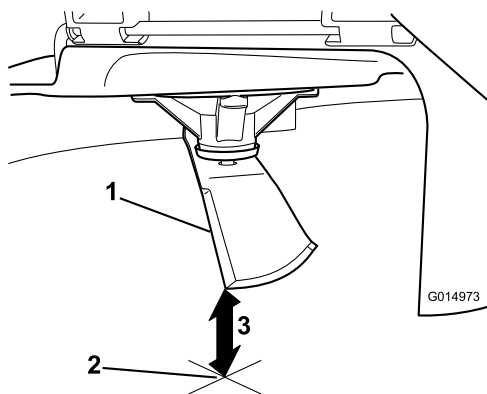

Bild 69
- Messen Sie von der Messerspitze bis zu ebenen Fläche (Bild 69).